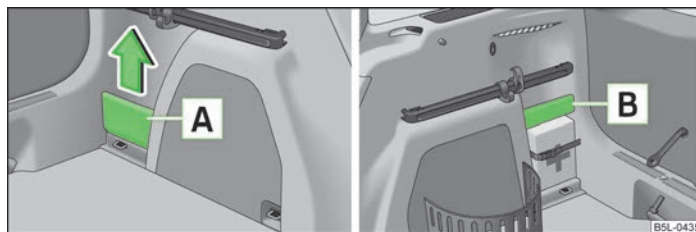

Fig. 83 Portbagajul: Compartimentele de depozitare
Capacul compartimentului lateral [A] » fig. 83 se poate scoate și, în acest fel, se poate mări portbagajul.
► Prindeți capacul [A] de partea de sus și scoateți-l cu grijă în sensul săgeții » fig. 83.
- Compartimentul de depozitare demontabil [A] » fig. 83 din partea stângă este adecvat depozitării obiectelor mici cu o greutate de până la 1,5 kg.
- Compartimentul de depozitare [B] » fig. 83 din partea dreaptă este adecvat depozitării obiectelor mici cu o greutate de până la 0,5 kg.